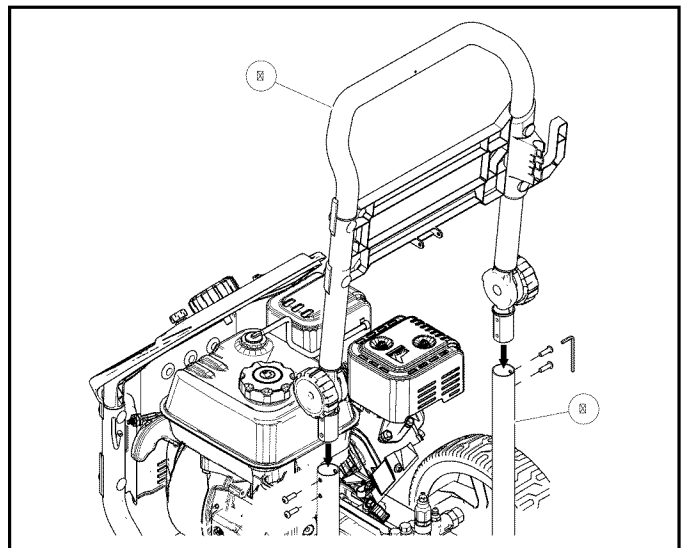

Figure 4-3. Attacher la poignée à l'appareil
3. Placez l'ensemble de la poignée (A) sur les supports arqués (B). Laissez la poignée glisser en place. Repérez les (4) vis et la clé hexagonale. Installez les quatre vis à l'aide de la clé hexagonale fournie, comme illustré à la (Figure 4-3).